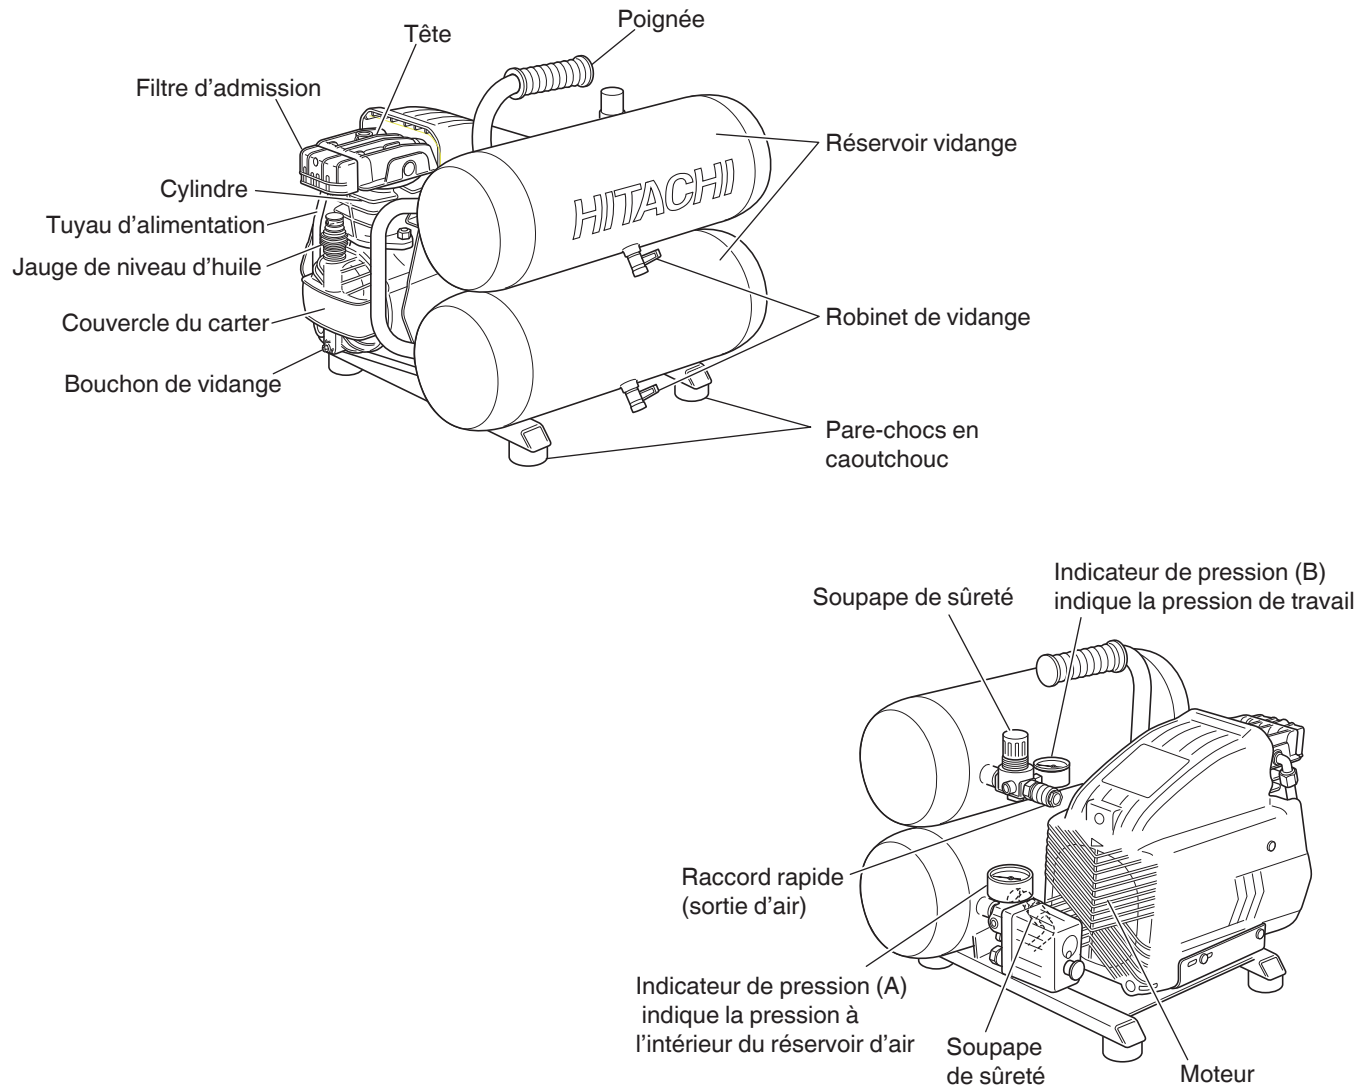

Fig. 1
**REMARQUE:** Quand on utilise ou on range le compresseur, appliquer les 4 protections en caoutchouc, en bas, sur le sol (Consulter la Fig. 1).